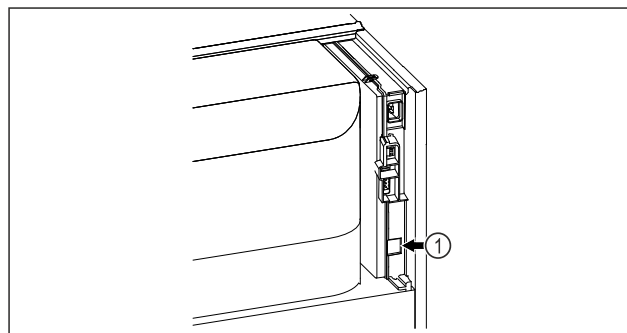

Fig. 90
- ☐ SmartModule Fig. 90 (1) is geplaatst.